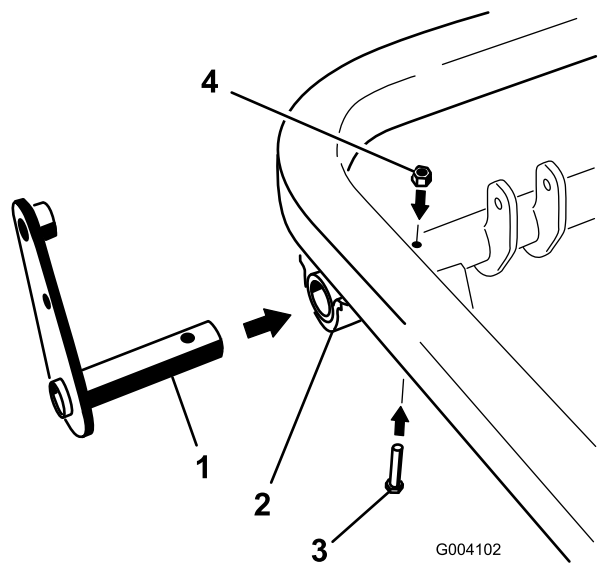

図 12
1. レバー・アセンブリのポストをピボット・チューブの左側端部に挿入し、ボルト ((5/16 x 2 インチ)) とロックナット ((5/16 インチ)) で、ピボット・チューブに固定する (図 12)。